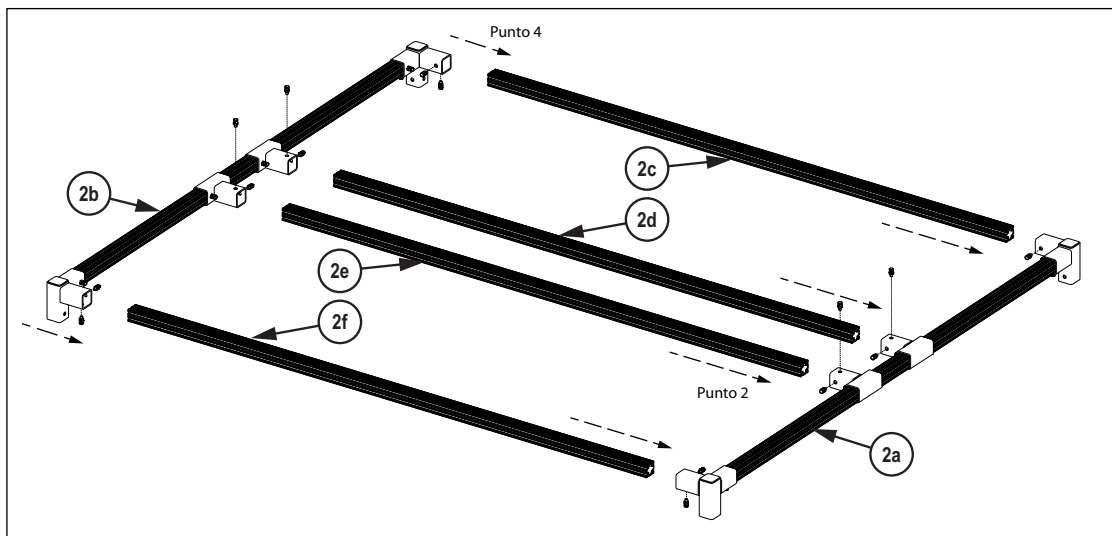

Figura 3-11. Installazione della parte superiore del telaio
2. Inserire le barre corte 2c, 2d, 2e e 2f nei connettori sul lato 2a come in Figura 3-11.
4. Inserire le barre corte 2c, 2d, 2e e 2f nei connettori sul lato 2b come in Figura 3-11.